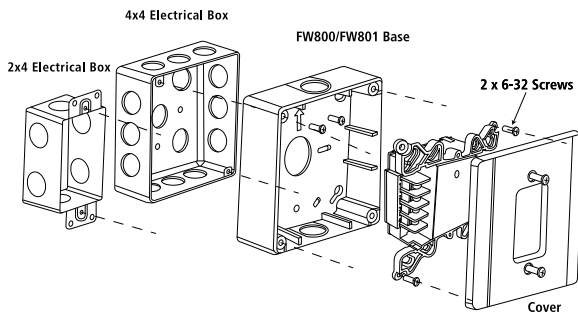

Figura 1 - Diagrama de Instalación
- Monte la base del FW800/FW801 en una caja eléctrica de 2X4 o 4x4 caja eléctrica utilizando los tornillos suministrados, como se ilustra en la figura 1.